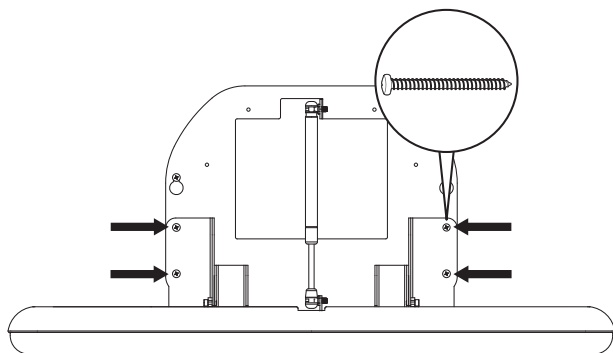

Fig.5
- Utiliser les quatre trous inférieurs comme repère pour marquer et percer les pré-trous. Utiliser les quatre vis et les quatre rondelles plates restantes pour compléter l'installation du lit et du support de montage. **Fig. 5**